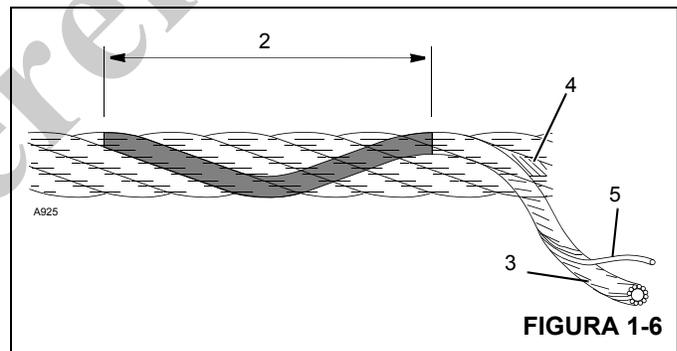

FIGURA 1-6
13. Al buscar alambres rotos (5) (Figura 1-6), alivie el cable, muévalo hacia afuera de los "puntos de recogida" y dóblelo lo más que se pueda. Utilice un punzón afilado para separar los alambres y trenzas, levantando todos los alambres que parezcan estar sueltos o que se muevan excesivamente. Los defectos del cable hacen referencia a la "longitud de sego" (2), que es la distancia medida a lo largo del cable en donde una trenza (3) logra una revolución completa alrededor del núcleo (4).